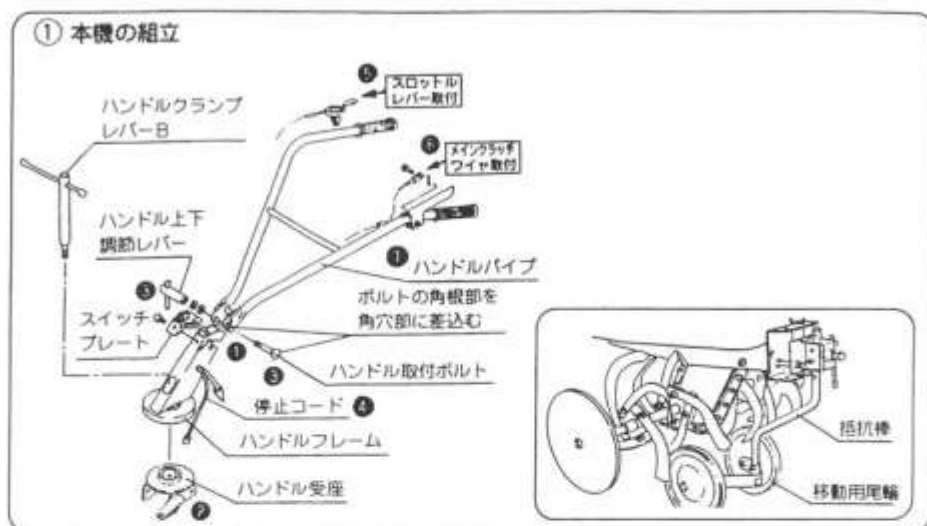

図3
1) 本機の組立 (図3-①)
- ① ハンドルパイプをハンドルフレームに差込む。(図3-①)
- ② ハンドル受座にハンドルフレームをのせ、ハンドルクランプレバーBを締付けて固定する。
- ③ ハンドル取付ボルトを角穴に合わせて差込み、ハンドル上下調節レバーを締付ける。